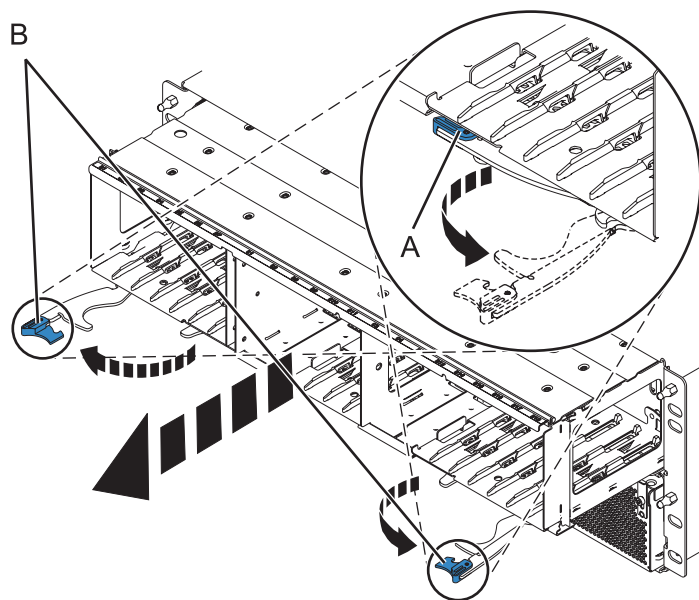

Figura 96. Extracción de la placa posterior del alojamiento
6. Extraiga la placa posterior según se muestra en Figura 96 en la página 146.